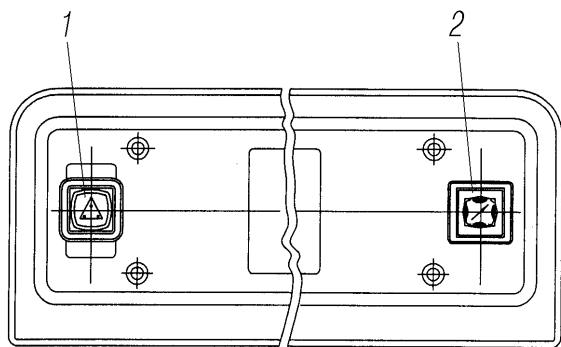

Рис. 11. Установка выключателей на панели радио:
**Управление зеркалами** осуществляется блоком управления 2 (рис. 11). При повороте джойстика в правое положение появляется возможность управления правым зеркалом, при повороте в левое положение — левым зеркалом.